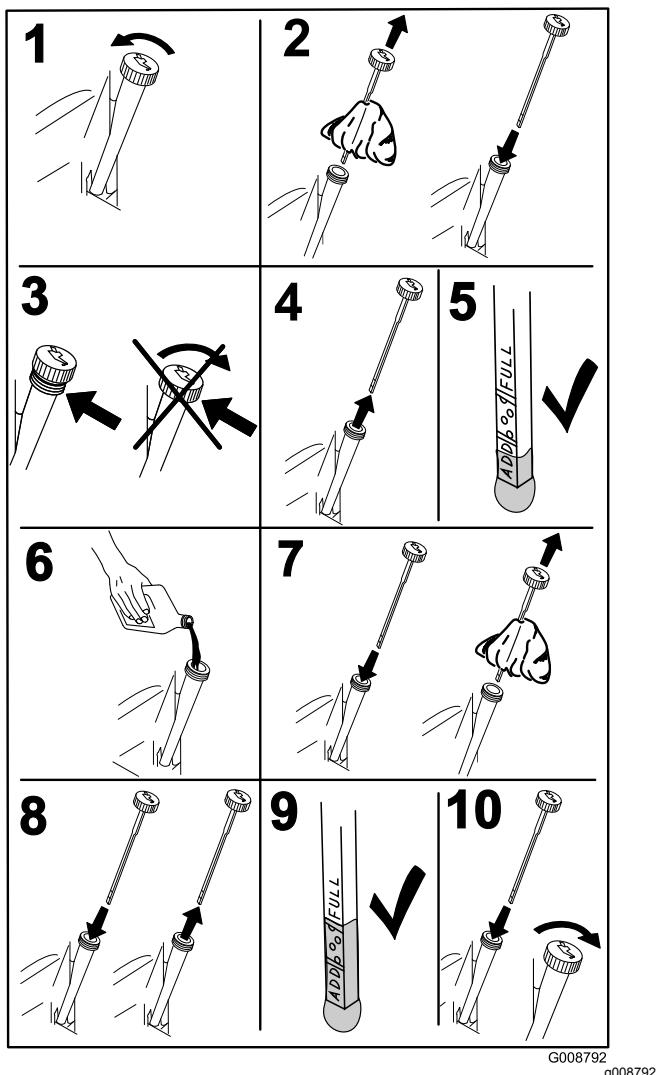

Figura 38
3. Per evitare morchia, residui d'erba, ecc. nel motore, pulite l'area attorno al tappo e all'asta di livello dell'olio prima della rimozione (Figura 38).